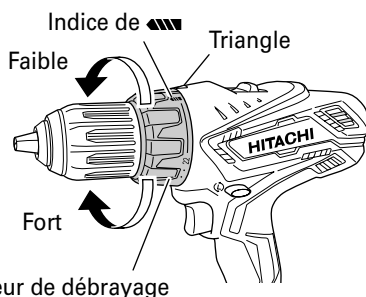

Fig. 9
5. Vérification de la position du sélecteur de débrayage (Voir Fig. 9).
(2) Indication du couple de serrage (Voir la Fig. 9)
(3) Réglage du couple de serrage (Voir Fig. 9)